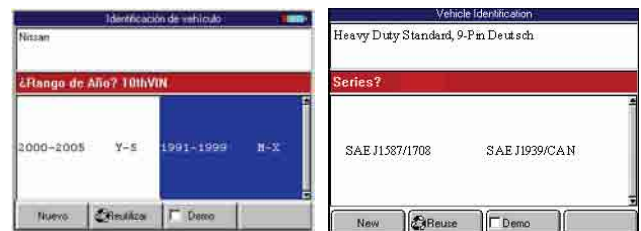

Figura 3.6: Ejemplos de las Pantallas Identificación de Vehículo
- 5 Con la pantalla de Identificación del Vehículo (Figura 3.6 en la página 16), escoja una de estas opciones: